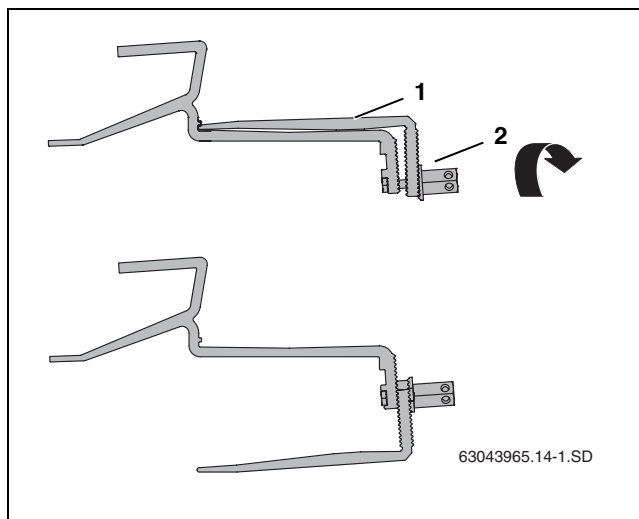

Рис. 11 Поворот нижней части кровельных крюков
- ▶ Отверните высокую гайку (рис. 11, [2]) на кровельном крюке и переведите его нижнюю часть (рис. 11, [1]) в правильное положение.